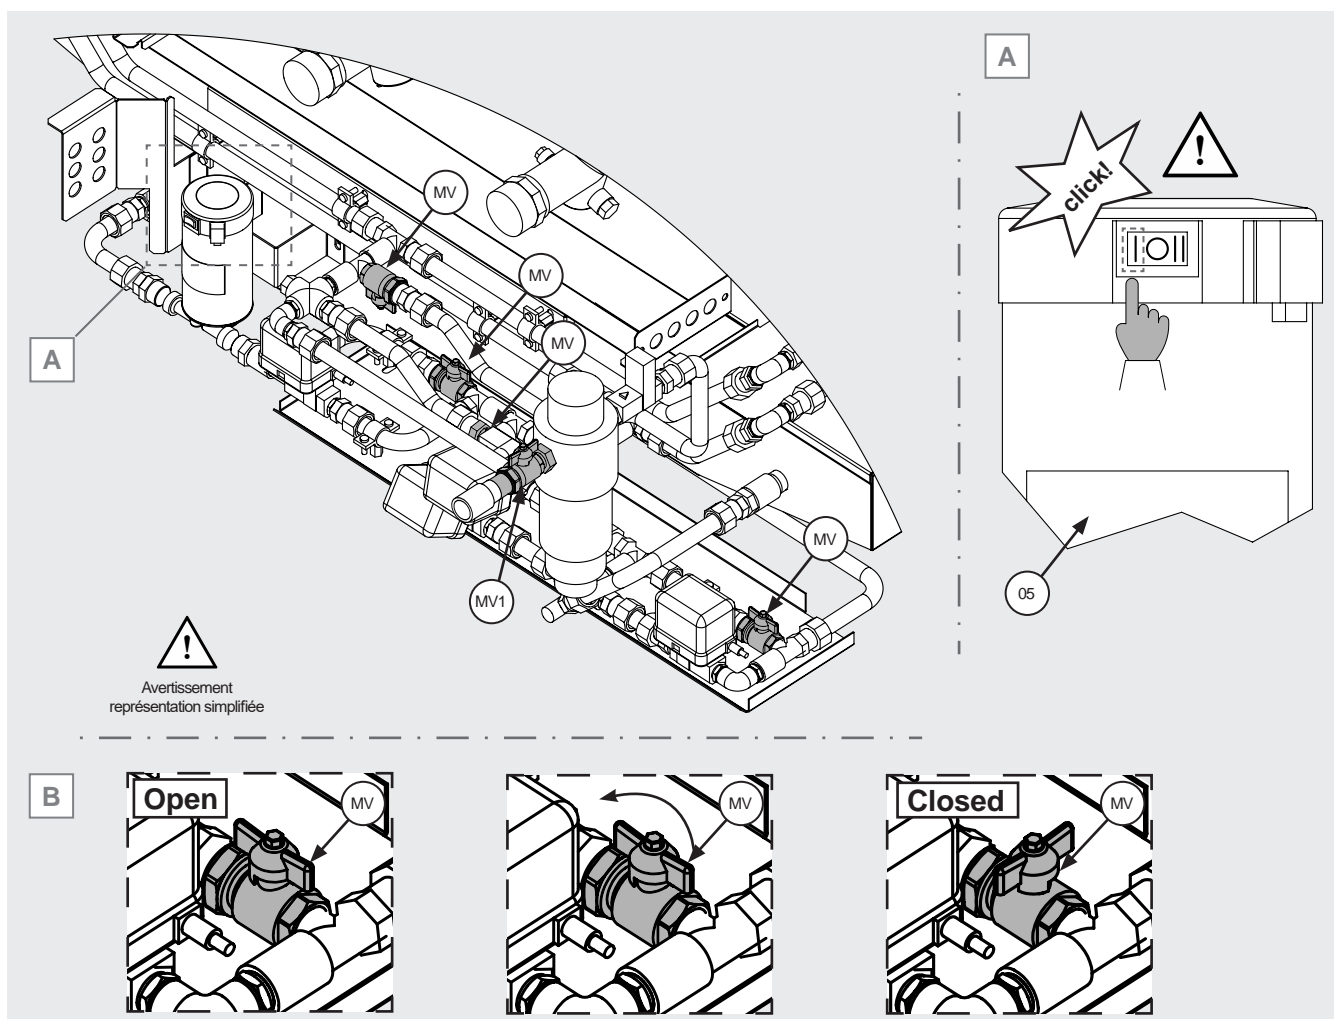

Figure 17
- 10.14 Vanne manuelle (MV1) d'entrée d'eau ouverte, autres vannes manuelles (MV) fermées, voir la Figure 17 B.
- 10.17 Vérifier que l'interrupteur de la pompe de récupération (05), lorsqu'elle est présente, est réglé sur I. Voir la Figure 17, détail A.